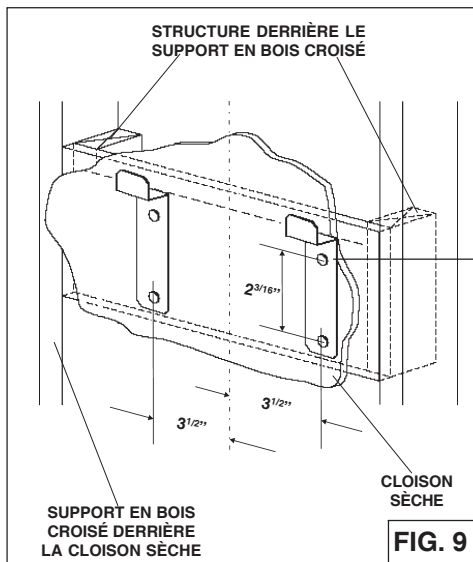

FIG. 9
1. Construisez une structure murale en bois à niveau avec la surface intérieure des poteaux de cloison (Fig.9).